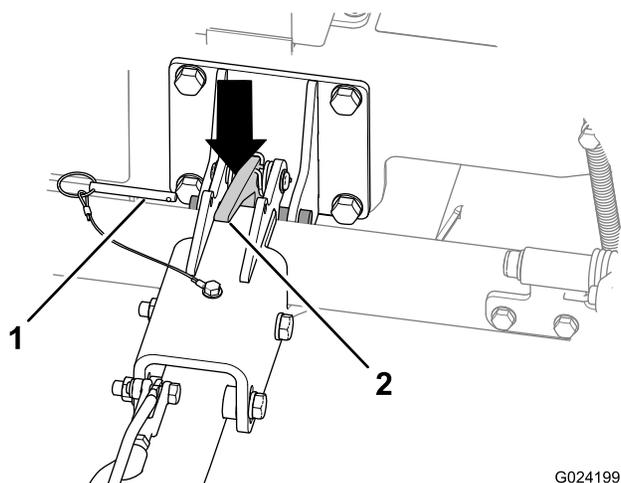

Рисунок 18
A. Извлеките стопорный штифт (Рисунок 18).
C. Нажмите на фиксатор сцепки, чтобы расцепить сцепку (Рисунок 18).